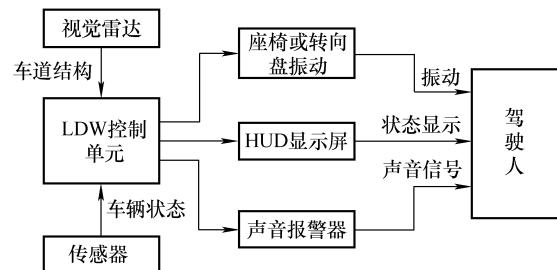

图 1-41 LDW 的组成与工作原理
(1) 定义 LDW (Lane Departure Warning) 是车道偏离警示系统, 它是一种通过车内警示音, 提醒驾驶人车辆已偏离行驶车道或可能发生碰撞事故的系统, 应用于沃尔沃 XC60 和新雅阁等中高级轿车中。
(2) LDW 的组成与工作原理 如图 1-41 所示, LDW 主要由 HUD 显示屏、视觉雷达、LDW 控制单元 (ECU)、传感器等组成。